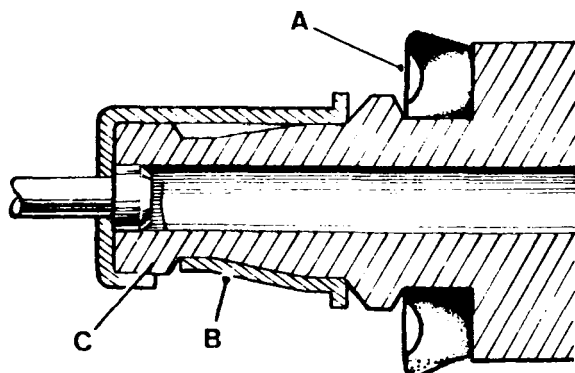

Fig. B-14 Montaje del émbolo
- c) La empaquetadura del émbolo se situará con la parte de mayor diámetro hacia el extremo del émbolo (Fig. B-14).